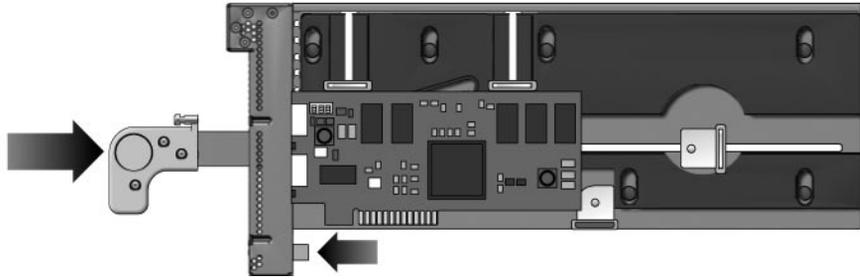

FIGURE 4-3 Loquet de verrouillage du chariot
6. Appuyez sur le loquet de verrouillage (FIGURE 4-3) tout en poussant la poignée du chariot pour la fermer.